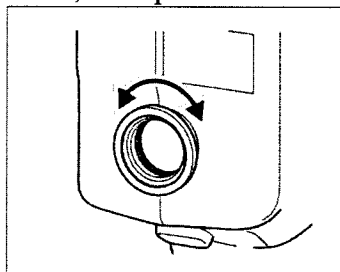

Рисунок 13
8.2.3.3 Направить прибор на источник яркости, сфокусироваться на площади излучаемой поверхности источника яркости, поворачивая кольцо на приборе (рисунок 13).